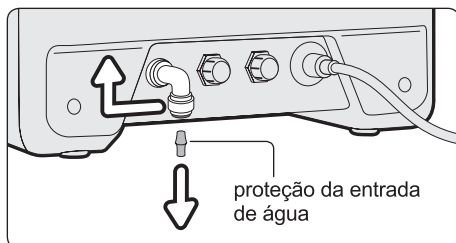

Figura 2
3. Empurre a aba da conexão de água e retire a proteção da entrada de água (Figura 2).